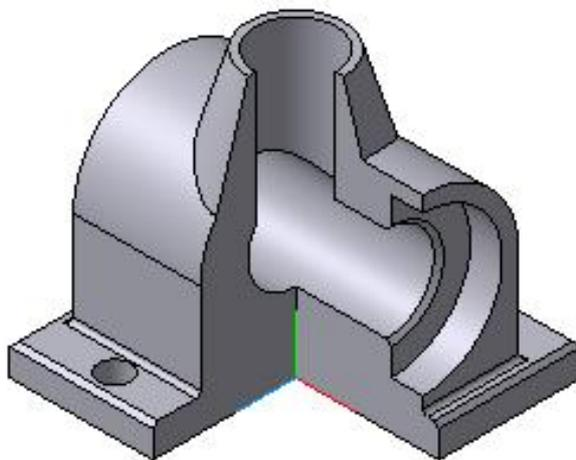

Рис. 7.33
16. Вырез четверти модели создаем при помощи команды  **Сечение по эскизу**. Результат работы представлен на рис. 7.33. Способ отображения – полутонное с каркасом.